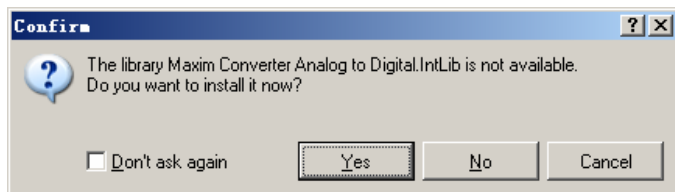

图 2.137 “Confirm”对话框
(5) 从“Libraries”工作面板内显示的搜索结果列表找出原理图中需要的, 型号为“ICL7107CJL”的器件, 双击该器件的名称, 打开如图 2.137 所示的“Confirm”消息框, 提示用户, 包含“ICL7107CJL”器件的元件库“Maxim Converter Analog to Digital.IntLib”尚未被加载, 并询问是否马上加载。